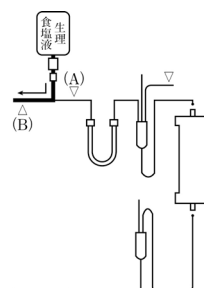

図 1 血液回路の洗浄 1
- (1) 本製品の入口側を上 (矢印を下向き) にして、ホルダーに垂直に取り付ける。
- (2) 脱血回路の輸液ラインから血液導入シャント接続口 (B) 側のラインを生理食塩液で満たす。(図 1)